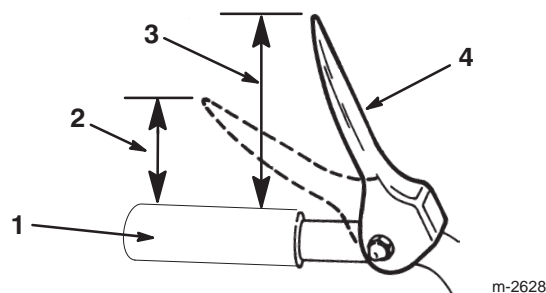

Figure 12
5. Vérifiez la distance entre l'extrémité de la manette de tarière/roue hélice et la poignée du mancheron. L'écartement doit être d'environ 10,2 centimètres, comme illustré dans la Figure 12.
**Remarque :** La résistance augmente de manière perceptible lorsque la courroie d'entraînement de tarière/roue hélice devient tendue (à peu près à mi-course de la manette). Le réglage est correct si la résistance *commence* à augmenter quand le bout de la manette de commande de tarière/roue hélice se trouve à 5 cm de la poignée (Fig. 12).